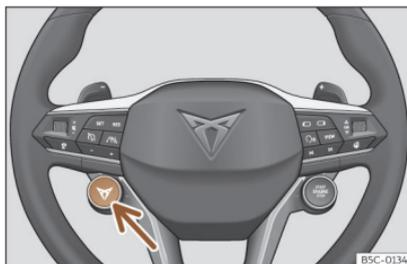

Fig. 159 Volante multifunción: botón para cambiar el perfil de conducción.
- **O BIEN:** pulse brevemente el botón CUPRA, en la parte izquierda del volante >>> **fig. 159**, para cambiar el perfil de conducción. Pulse prolongadamente el botón CUPRA para acceder directamente al perfil **Cupra**. Pulse de nuevo de forma prolongada para volver al perfil anterior.